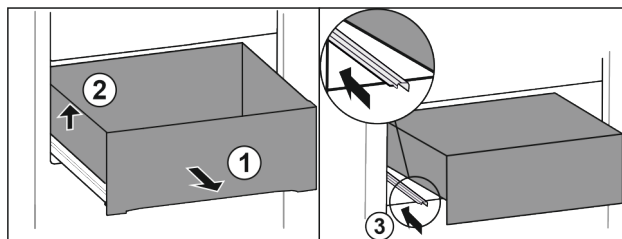

Fig. 71
- ▶ Wysunąć szufladę do oporu. Fig. 71 (1)
- ▶ Unieść szufladę po lewej. Fig. 71 (2)
- ▶ Wsunąć lewą szynę. Fig. 71 (3)